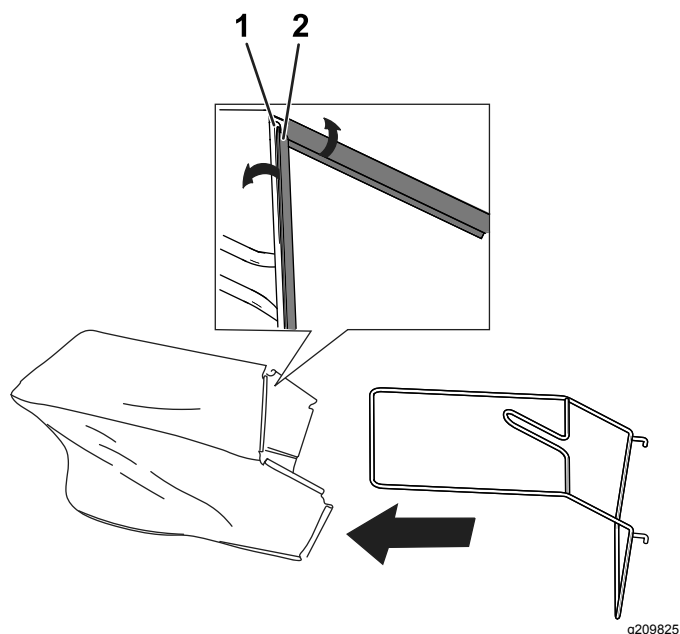

Figura 8
1. Fate scorrere il telaio del cesto di raccolta nel cesto di raccolta (Figura 8).
2. Posizionate tutti i 6 fermagli del cesto di raccolta sul telaio del cesto di raccolta (Figura 8).